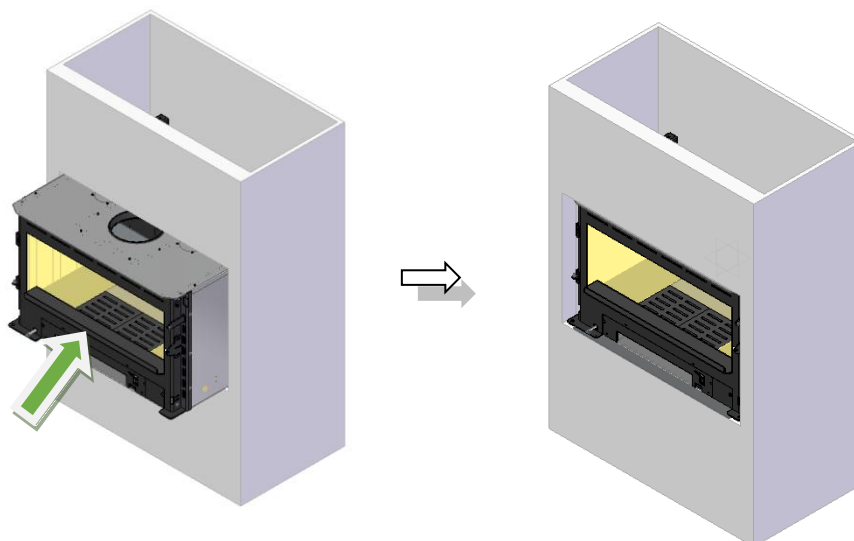

Figure 13 - Placement de l'équipement
10. Vous pouvez ensuite insérer l'équipement en place, comme indiqué sur la Figure 13.